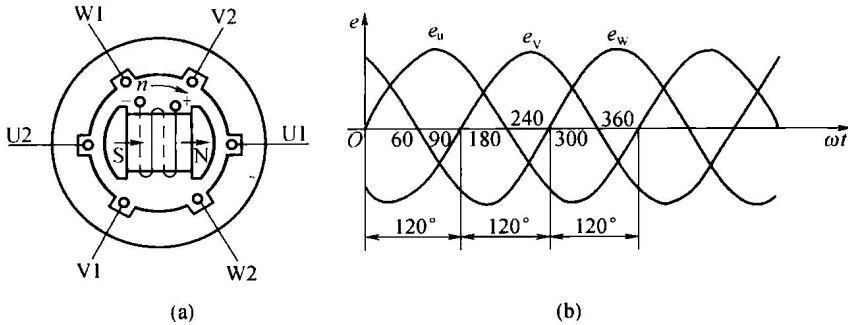

图 1-1-1 三相交流发电机绕组及电压波形
(3) 三相交流电的产生：图 1-1-1 所示为三相交流发电机绕组及电压波形。定子槽中嵌有三个独立的绕组，称为三相绕组。三相绕组的首尾端分别为  $U_1$ 、 $V_1$ 、 $W_1$ ，互差  $120^\circ$ ，它们的尾端分别为  $U_2$ 、 $V_2$ 、 $W_2$ 。转子被原动机拖动切割定子绕组，在定子绕组中产生感应电动势。因为三相定子绕组在安放时相差  $120^\circ$ ，所以磁场被切割的时间有先有后，因此三相绕组感应电动势有相位差。